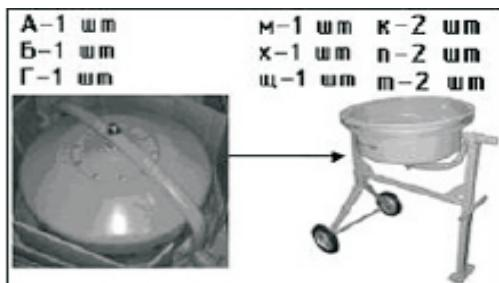

Рис. 5.
6.4. Не доставая из упаковки верхнюю (Б) и нижнюю (А) части емкости, установите на оси нижней емкости (А) скобу (Г). Закрепите скобу (Г) на оси нижней части емкости (А) болтом (м) через плоскую (х) и пружинную (щ) шайбы как показано на Рис.5.
6.5. Установите скобу (Г) в сборе с нижней частью емкости (А) на раму и закрепите ее 2 болтами (и), с 2 гайками (п) и шайбами (т) (Рис.5, 6).